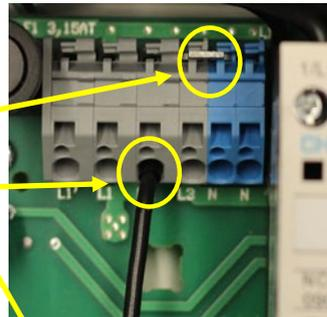

Bild 1
- Die beiden Spreizmuttern in die vorgesehenen Ausprägungen der Grundleiterplatte einstecken (Bild 1)
- Die beiden Leitungen an der Klemme „22NC“ vom Schütz lösen und nach rechts zur Seite drücken. Um ein Herausfallen der Klemmschraube zu verhindern, diese wieder festschrauben (Bild 1)
- Zum Verbinden der Einspeiseklemmen L3 und N ist hier der beiliegende Brückenkamm einzusetzen (Bild 1).